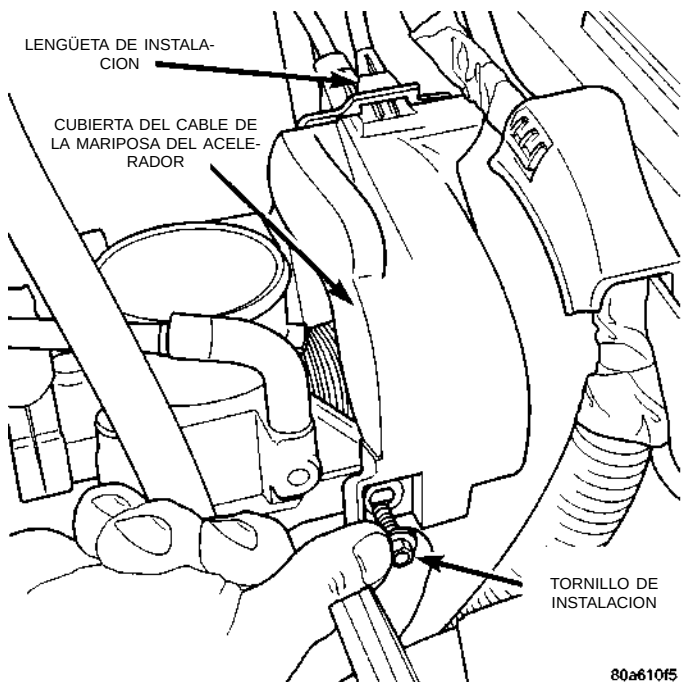

Fig. 38 Protector de la palanca de aceleración
(1) Retire el protector de la palanca de aceleración (Fig. 38).
(6) Instale el protector de la palanca de la mariposa (Fig. 38). Apriete el tornillo con una torsión de 5,6 N·m (50 libras pulgada).
(1) Retire el protector de la palanca de la mariposa (Fig. 38).
- (6) Instale el protector de la palanca de la mariposa (Fig. 38). Apriete con una torsión de 5,6 N·m (50 libras pulgada).